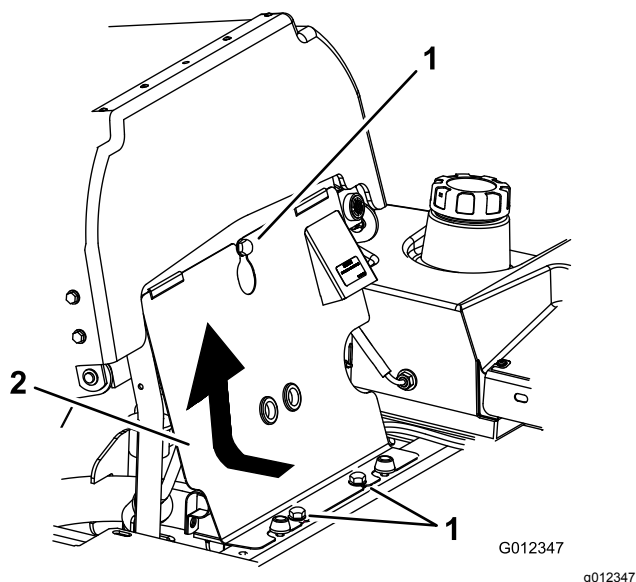

Figura 62
3. Inclinate il sedile in avanti, allentate i bulloni e togliete il pannello anteriore del motore (Figura 62).